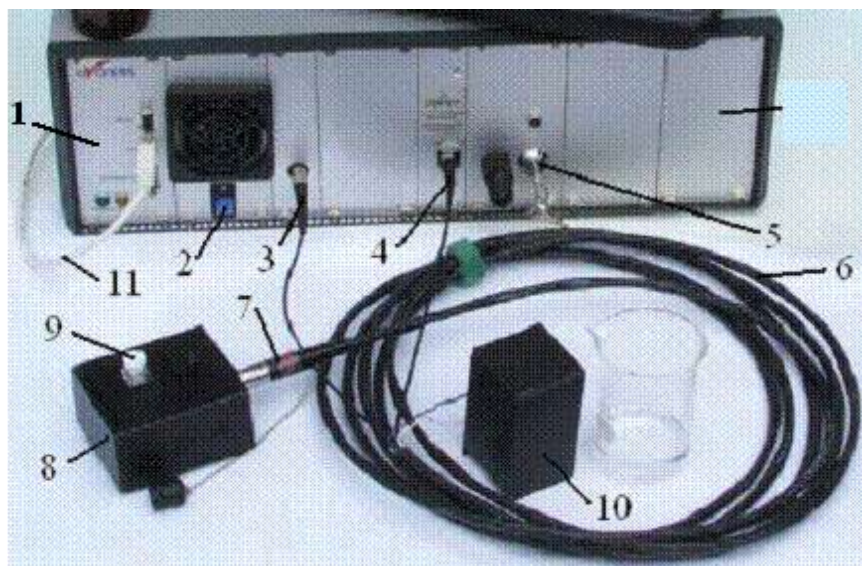

Рис. 2.2. Внешний вид комплекта экспериментального оборудования
На рис. 2.2 изображен внешний вид унифицированного шасси оптоволоконного спектрометра 2048FT-2-TEC с термоэлектрически охлаждаемым детектором Sony 2048 CCD и встроенным модулем термостабилизированного диодного лазерного источника оптического излучения Ava-Raman-532. Спектрометр оснащен автономным источником питания 1, модуль которого размещен в крайней левой позиции унифицированного шасси. На передней панели этого модуля имеются индикаторы общего состояния электропитания установки. Свет от исследуемого образца попадает в оптоэлектронный модуль master спектрометра AvaSpec-2048 по оптоволоконному кабелю через
Лабораторный зонд 7 (см. рис. 2.2) фиксируется в соответствующем посадочном отверстии держателя оптических кювет 8. Исследуемый образец или оптическая кювета 9, заполненная исследуемой жидкостью, размещается внутри держателя кювет 8. Для защиты от внешней засветки и предохранения оператора от воздействия лазерного излучения держатель 8 в процессе работы должен быть накрыт светозащитным кожухом 10. Управление измерениями осуществляет встроенный микроконтроллер спектрометра, управляемый персональным компьютером со специализированным программным пакетом AvaSoft-Raman. Встроенный микроконтроллер спектрометра стыкуется с персональным компьютером USB-кабелем 11.
1. Включение электропитания осуществляется выключателем, расположенным на задней панели модуля 1 (см. рис. 2.2), при этом загорается зеленый индикатор на лицевой панели индикатора модуля электропитания и индикаторы готовности модуля лазерного излучателя.
- перекрыть поток излучения от лазерного светодиода (выключатель находится на корпусе оптического зонда 7 (см. рис. 2.2)) и измерить значения темнового фона;
Открыть светозащитный кожух 10 (см. рис. 2.2) держателя образцов 8, установить кювету 9 с анализируемой жидкостью и закрыть светозащитный кожух 10.